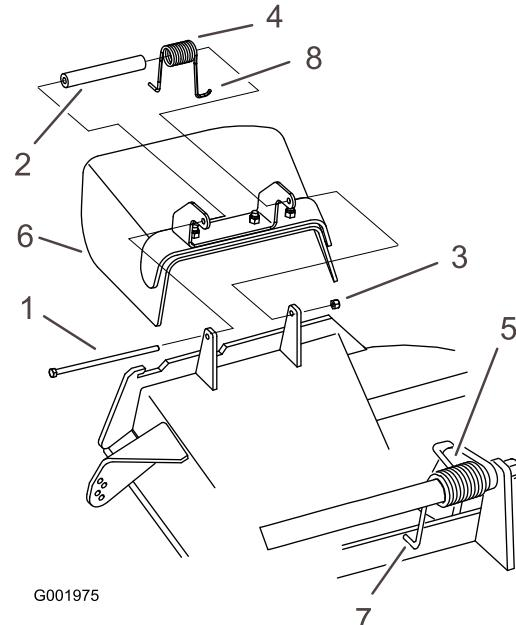

Figura 89
Nota: Asegúrese de colocar un extremo con gancho en J del muelle detrás del reborde de la carcasa antes de instalar el perno, según se muestra en Figura 89.
6. Coloque 1 extremo en J del muelle alrededor del deflector de hierba (Figura 89).
1. Retire la contratuerca, el perno, el muelle y el espaciador que sujetan el deflector a los soportes de pivotе (Figura 89).